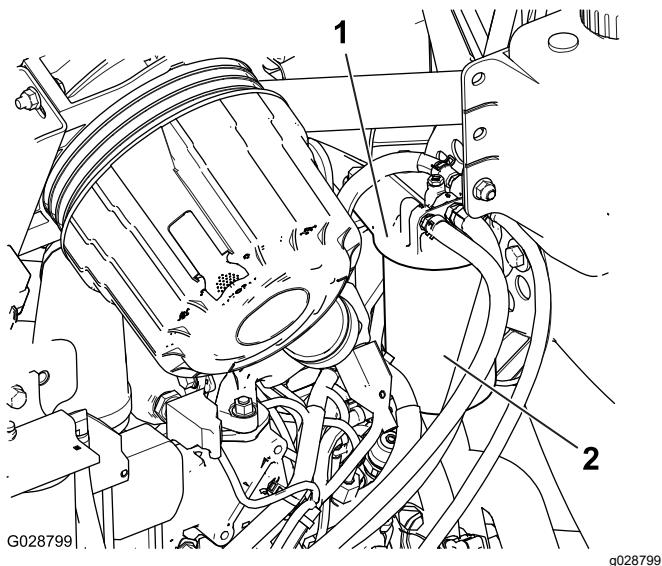

Figura 50
1. Limpe a zona em torno da cabeça do filtro de combustível (Figura 50).
2. Retire o filtro e limpe a superfície de montagem da cabeça do filtro (Figura 50).